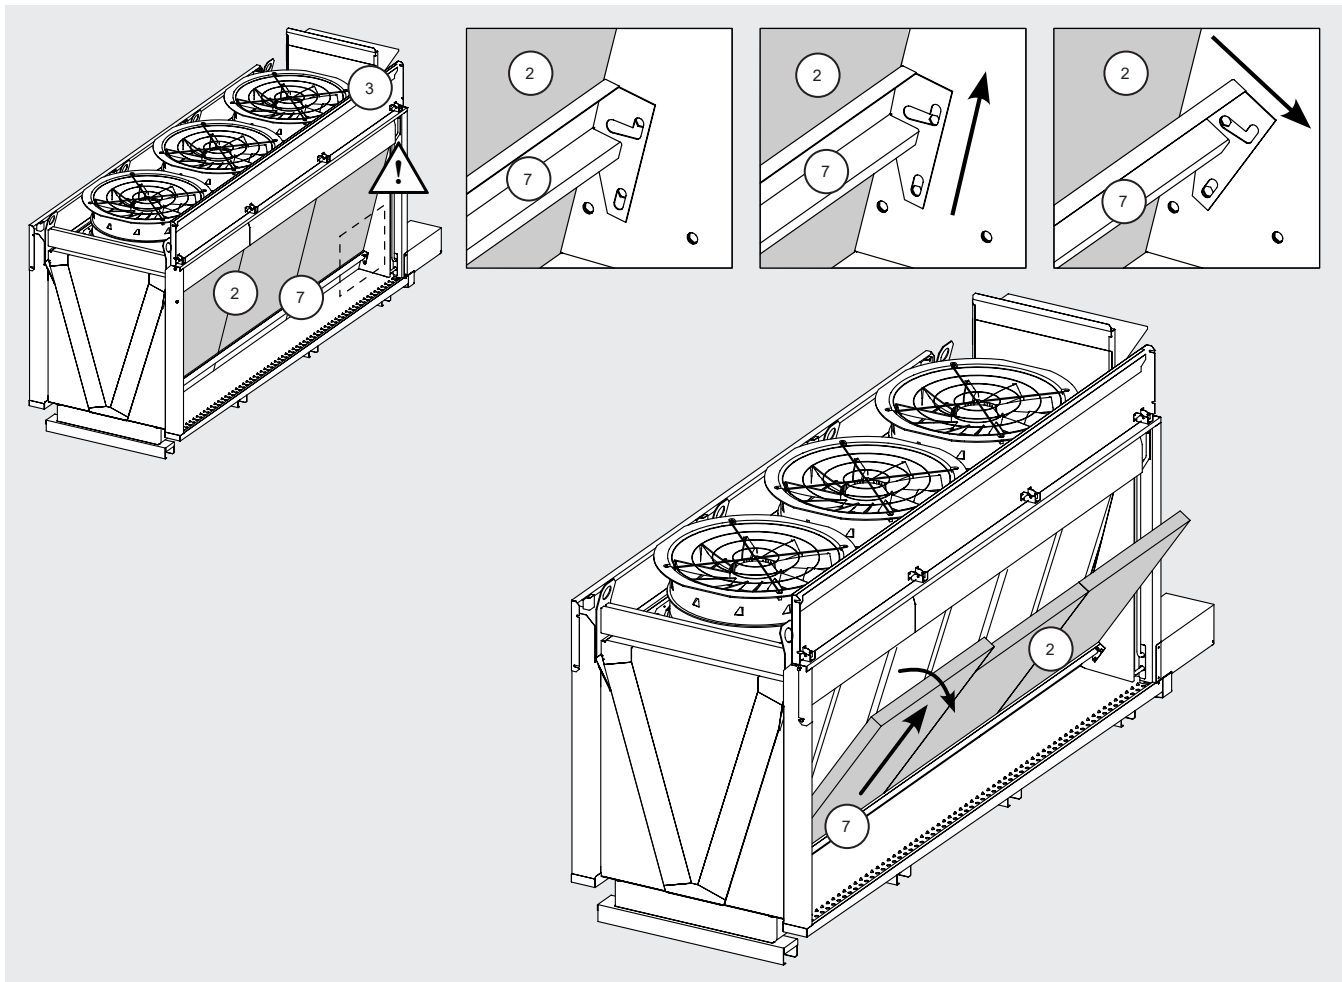

Figura 21
- 12.9.16 Tirare il traverso (7) verso l'alto e quindi verso l'esterno, facendolo ruotare. Prestare attenzione: questo farà inclinare il pannello di cartone (2). Vedi Figura 21.